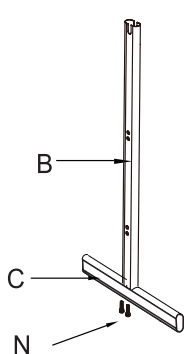

Fig.2
3. Use la llave (R) y los 2 tornillos (N) para conectar cada pata (B) a su base (C). (consulte la Fig.2)